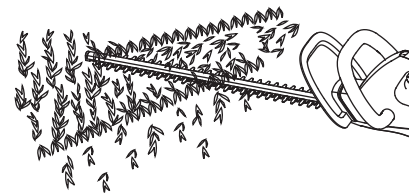

Fig. 6
- Lorsque vous coupez de la végétation nouvellement poussée, effectuez de larges mouvements de façon à ce que les tiges se prennent directement dans la lame de coupe (Fig. 6). La végétation plus ancienne aura des tiges plus grosses et se coupera plus facilement avec un mouvement de scie.